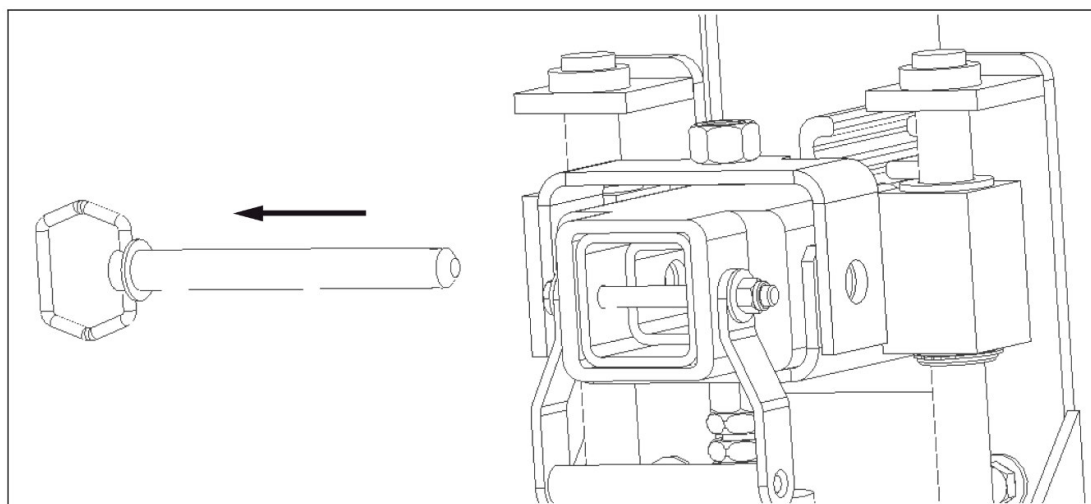

Рис. 27
6. Вытяните картридж очистителя из рамы за ручку (6, рис. 27).